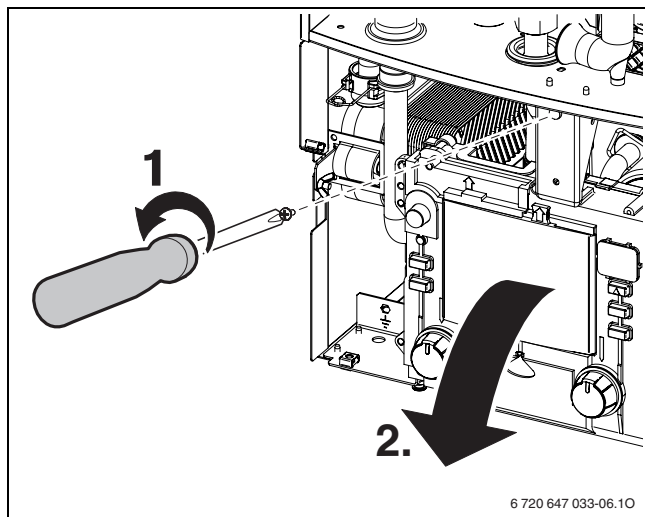

Fig. 14
- Svitare la vite di fissaggio (→ fig. 14) e far ruotare il pannello comandi verso il basso.